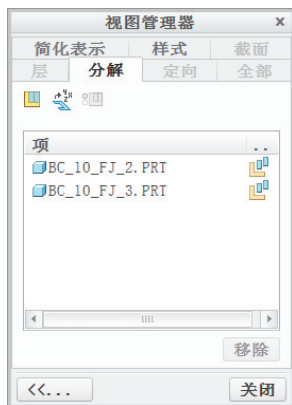

图 10-93 “视图管理器”对话框
8) 此时，“视图管理器”对话框如图 10-93 所示。接着单击 按钮，然后单击对